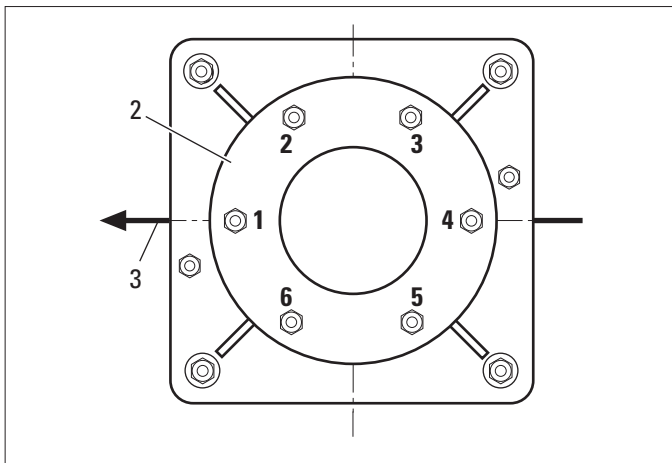

Bild 2 (Ansicht zur Decke)
Um die Montage des Leica Mini Mounts zu erleichtern, sollten die Befestigungsschrauben auf der Unterseite des unteren Konsolenflanschs (2) nummeriert werden. Die Zahl 1 muss in Richtung der Hauptachse (3) zeigen, die Zahl 4 ist gegenüber (Bild 2).